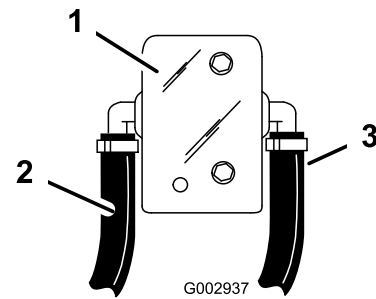

Figura 31
acoplamiento en T S53 que instaló en la manguera de agitación, y lleve la manguera al conector dentado trasero de 1/2 pulgada del conjunto de la válvula de bola pequeña (Figura 31).
17. Conecte el extremo de una manguera corta de 1/2 pulgada al lado abierto del acoplamiento en T S53 que instaló en la manguera de desvío, y lleve la manguera al conector dentado trasero de 1/2 pulgada del conjunto de la válvula de bola pequeña (Figura 31).